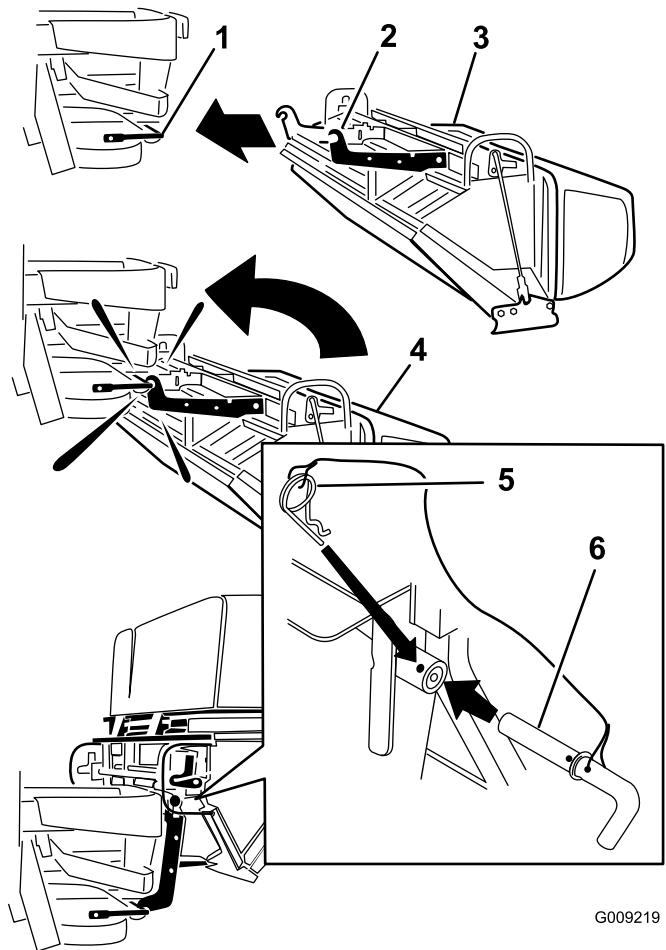

Figure 10
1. Retournez le système de ramassage, dos au sol (Figure 10).
2. Engagez les crochets sur le support de montage inférieur (Figure 10).
4. Alignez le trou du système de ramassage et le support de montage supérieur (Figure 10).
5. Insérez l'axe en place et fixez-le des deux côtés avec la goupille fendue (Figure 10).